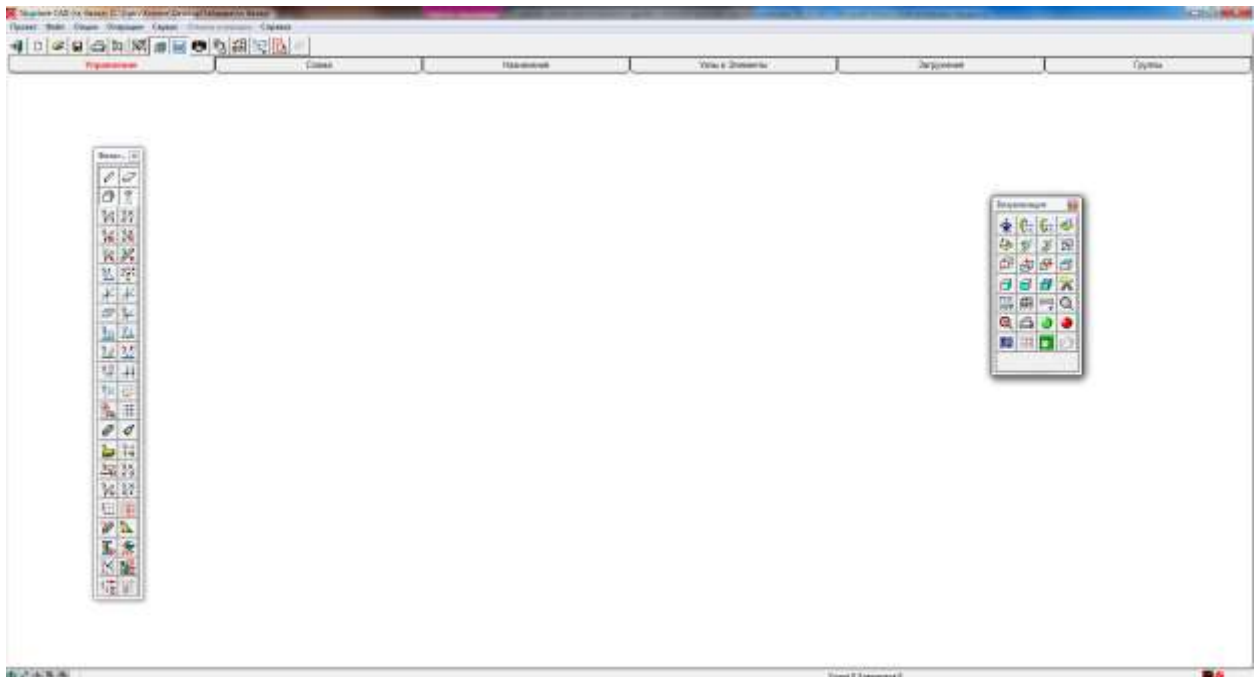

Рисунок 3.7 Рабочее окно препроцессора
5. Для начала работы по созданию расчетной схемы, курсор подводится к пиктограмме  с названием **Расчетная схема** и нажимается левая кнопка мыши. В результате откроется рабочее окно SCAD, состоящее из **панели Меню**, **Инструментальной панели** и **Панели вкладок** (рис.3.7).